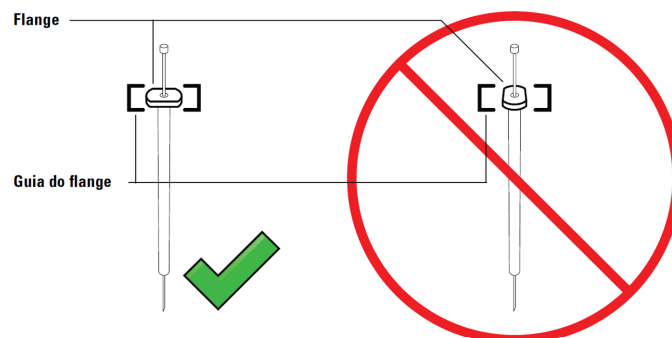

Figura 3. Ilustração dos posicionamentos correto (à esquerda) e incorreto (à direita) do flange da seringa em seu suporte. Reproduzido de Agilent (2010).
- 5.3.3** Apoie a seringa sobre o suporte do flange (número 3 na Figura 2) conforme ilustrado na Figura 3.